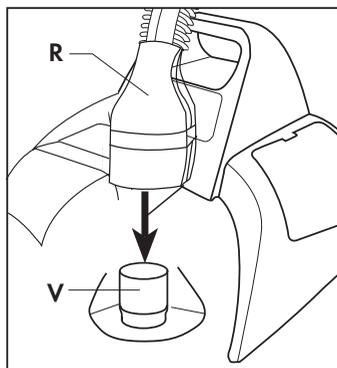

Fig. 5
- Premere l'interruttore accensione (6), il motore si avvierà automaticamente.
- Togliere il silenziatore (7) dalla sua sede.
- Inserire l'adattatore conico per soffiaggio (V), fino al bloccaggio.
- Inserire il tubo flessibile (R) all'interno dell'adattatore conico (Fig. 5).
- Regolare la potenza di aspirazione tramite la manopola di regolazione (9)